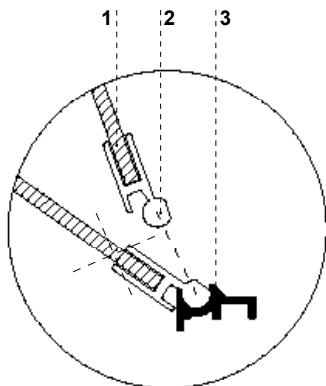

Rys.7 Higrostat
- W witrynach wyposażonych w higrostat (nie dotyczy term. Carel) można ustawić żądaną wilgotność wewnątrz urządzenia za pomocą pokrętki Rys.7 (str.6). W zakresie temperatur od 10°C do 15°C istnieje możliwość kontrolowania wilgotności powietrza w granicach 30 do 80%.
Higrostat służy do kontrolowania wilgotności, gdy temperatura wewnątrz witryny będzie znajdować się w zakresie od 10°C do 15°C. Za pomocą pokrętła higrostatu ustawiamy żądaną wilgotność powietrza w witrynie w zakresie od 30 do 80% dokonując obrotu pokrętłem Rys.7 (str.6) i ustawiając go w odpowiednim położeniu. Obrót pokrętła w kierunku zgodnym z ruchem wskazówek zegara powoduje obniżenie nastawionej wilgotności powietrza, a w kierunku przeciwnym jej podwyższenie. Pokręcenie pokrętłem w lewo do krańcowego położenia powoduje wyłączenie pracy higrostatu, pomimo włączonego zasilania.